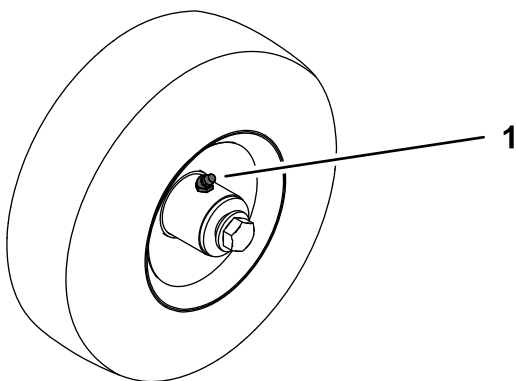

Figura 21
2. Conecte una pistola de engrasar a los engrasadores y bombee grasa en los engrasadores del eje (Figura 20) y de las ruedas giratorias (Figura 21) hasta que empiece a rezumar grasa de los cojinetes.